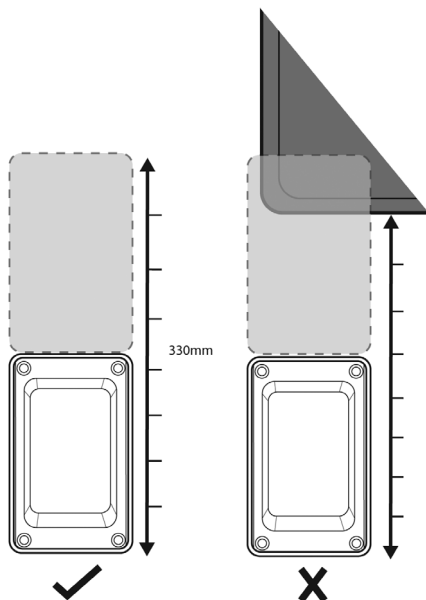

Figure 2.
- (Figure 2) Vérifiez que vous disposez de suffisamment d'espace libre sur le mur pour l'installation ainsi que suffisamment de place pour le couvercle Easi-Slide Whale pour l'installation et l'ouverture.